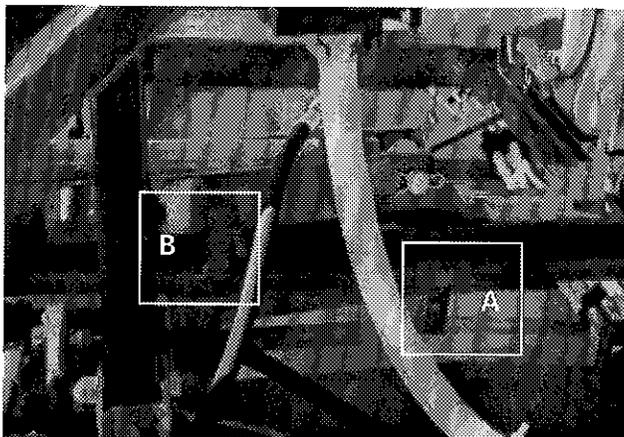

Figure 15
10) Vérifier et si nécessaire, ajuster la course du poussoir en changeant la position de la butée de fin de course "A" figure 15. Pour éviter que le cylindre ne bute, toujours garder  $\frac{1}{2}$ " à  $\frac{3}{4}$ " de course à chaque bout du cylindre. La position d'arrêt du poussoir lorsqu'il revient à sa position de départ s'ajuste à l'aide de la butée de fin de course "B" figure 15.